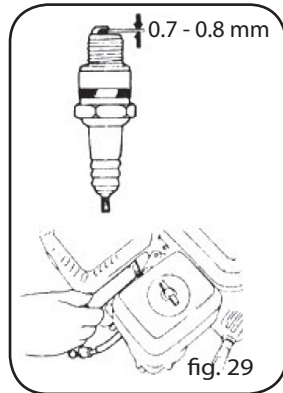

fig. 29
c) Misurare lo spazio libero della candela con uno spessore. Lo spazio deve essere di 0,7-0,8 mm (Fig.29). Se è necessario effettuare regolazioni piegare con delicatezza l'elettrodo laterale.